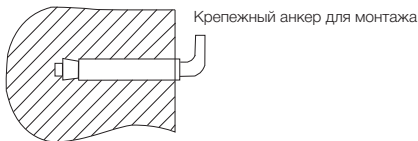

Рис. 4
- После выбора места монтажа определите места под два крепежных болта с крючками (в зависимости от спецификации выбранного изделия). Прodelайте в стене два отверстия необходимой глубины с помощью сверла размером, соответствующим размеру крепежных болтов, вставьте винты, поверните крюк вверх, плотно затяните гайки, а затем установите на него электрический водонагреватель (см. рис. 4).